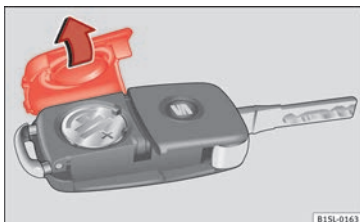

Fig. 99 Chiave del veicolo: copertura del vano della batteria.
- Togliere il coperchio della parte posteriore della chiave del veicolo » **fig. 99** nel senso della freccia » ①.
- Posizionare il coperchio della chiave del veicolo, premendolo come indicato » **fig. 99**, nel senso contrario alla freccia, fino a che si incastra.